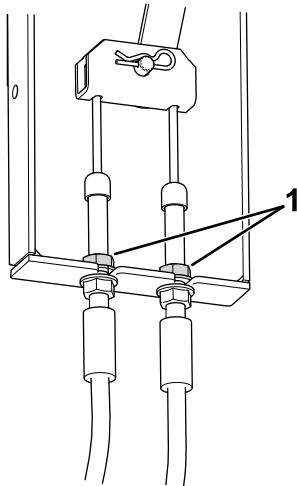

Figura 76
- Localize a montagem do cabo do travão (Figura 76) debaixo do lado esquerdo da máquina, junto da roda esquerda.